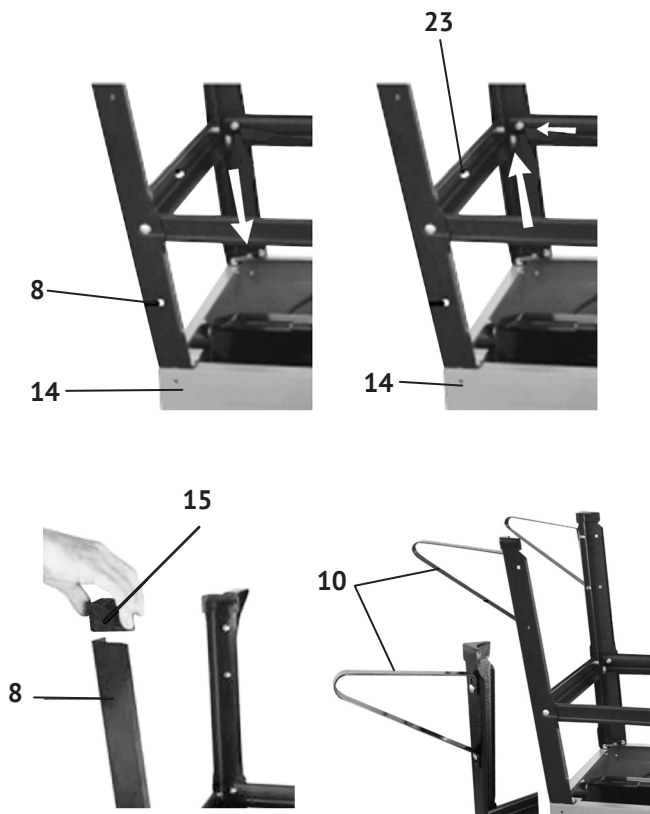

рис.2
2.1.1 Монтаж опорных стоек (сборного стола) см. рис.2:
- прикрутить 4-е опорные стойки (рис.2 поз.8), каждая двумя винтами, к корпусу (рис.2 поз.14);
- скрепить стойки 4-я перекладинами (рис.2 поз.23)- одеть на нижние части опорных стоек резиновые ножки (рис.2 поз.15);
- для повышения устойчивости сборного стола, прикрепить 2-мя винтами к нижним частям задних опорных стоек угловые опоры (рис.2 поз.10);